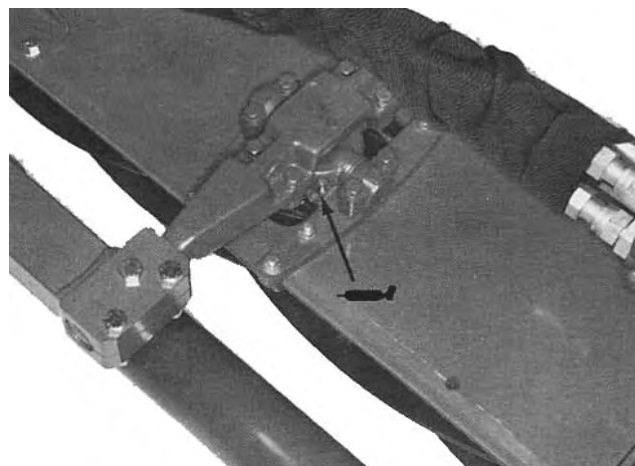
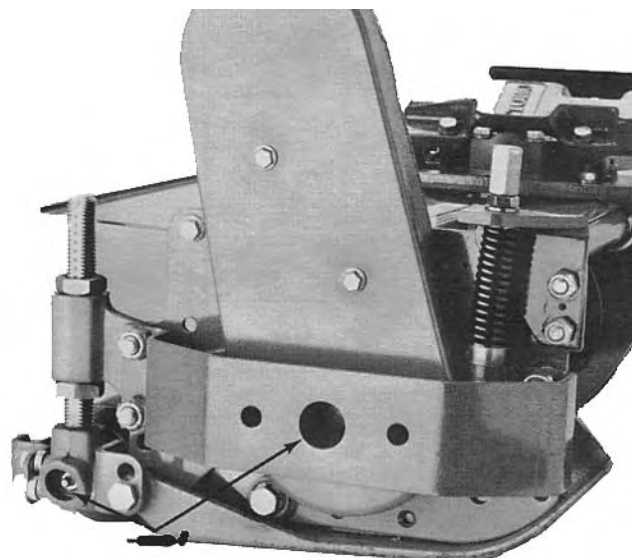

Figure 26
Figure 27
Les graisseurs de la machine doivent être lubrifiés toutes les 50 heures de fonctionnement avec de la graisse universelle au lithium N° 2. Lubrifiez les graisseurs immédiatement après chaque lavage, quelle que soit la fréquence d'entretien indiquée. Les points de lubrification sont les suivants : bras de relevage (5) (Fig. 24), essieu arrière (6) (Fig. 25), pivots de kit tête fixe ou flottante (Fig. 26) et roulements de rouleaux et cylindres de plateaux de coupe (Fig. 27). Graissez également le graisseur de la vanne de commande des cylindres (non représenté), situé sous la console droite.
Remarque : Enlevez les capuchons en plastique des graisseurs sur les pivots du kit tête fixe ou flottante et remettez-les en place une fois le graissage terminé (Fig. 26).